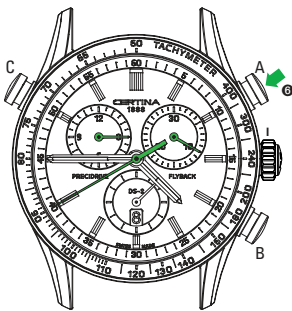

Рис. 9
**Считывание результатов последнего измерения (см. рис. 9)**